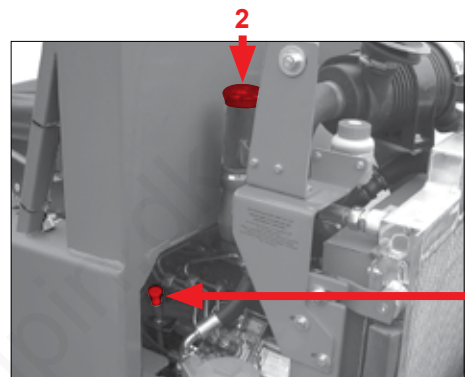

Fig. 97
6. Træk oliemålepinden (venstre motorside: pos. 1 Fig. 97) ud.
1. Åbn oliestudsens pos. 2 (Fig. 97).
5. Luk oliestudsens pos. 2 (Fig. 97).